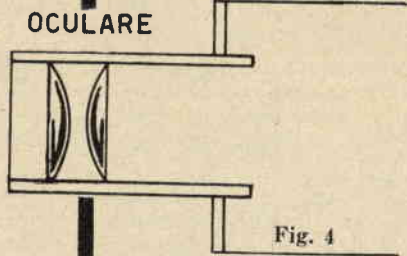

Fig. 4
Chi volesse ottenere un telescopio esente da aberrazioni ottiche dovrà ricorrere, per l'obiettivo, a lenti acromatiche, lenti cioè che risultano, a loro volta, composte da due lenti incollate insieme e che evitano il fenomeno di rifrazione della luce cioè della scomposizione dei raggi luminosi nei loro colori componenti. Per l'oculare, invece, si potranno utilizzare due lenti di tipo piano-convesse, come si vede in fig. 4.
Fig. 4 - L'impiego di due lenti piano-convesse in funzione di oculare ha il vantaggio di eliminare le aberrazioni ottiche e di accorciare la distanza focale dell'oculare aumentando così l'ingrandimento.
3) Riducendo la lunghezza focale dell'oculare si ottiene un aumento di ingrandimento. Utilizzando come oculare, al posto di una lente biconvessa, due lenti piano-convexe (fig. 4) si ottiene ancora un aumento di ingrandimento poichè la distanza focale si riduce di circa metà secondo la formula: